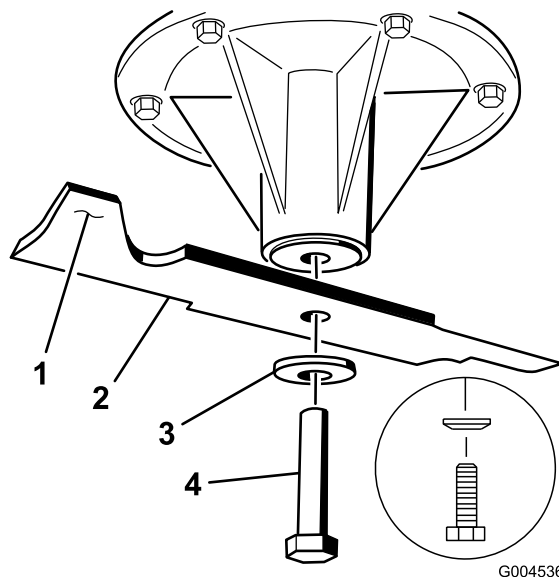

Figure 80
1. Placez la lame sur l'axe (Figure 80).
2. Installez la rondelle élastique et le boulon de la lame. Le cône de la rondelle élastique doit être dirigé vers la tête du boulon (Figure 80). Serrez le boulon à un couple de 115 à 150 Nm (85 à 110 pi-lb).